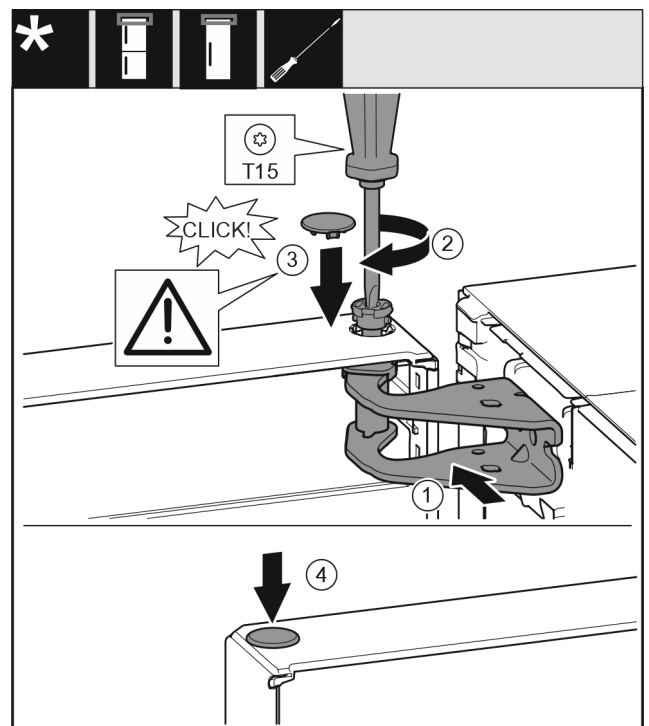

Fig. 22
- ▶ Tür oben zur Öffnung im Lagerbock ausrichten. Fig. 22 (1)
- ▶ Bolzen einsetzen und mit Schraubendreher T15 festschrauben. Fig. 22 (2)
- ▶ Sicherungsabdeckung zur Sicherung der Tür montieren: Sicherungsabdeckung einsetzen und kontrollieren ob sie auf der Tür aufliegt. Ansonsten Bolzen vollständig einsetzen. *Fig. 22 (3)*
- ▶ Stopfen einsetzen. *Fig. 22 (4)*